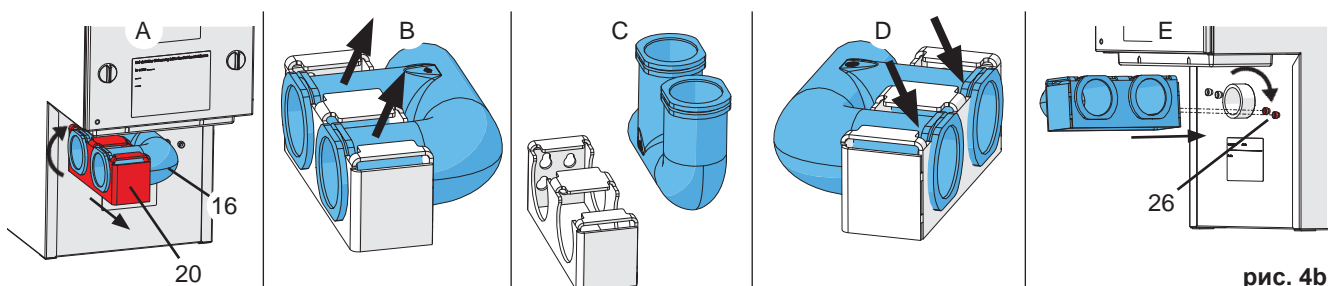

рис. 4b
- ⇒ Установите всасывающее колено (16) на отсосной патрубок вытяжки и навесьте крепление (20) на фиксирующие болты (26, рис. 4b)